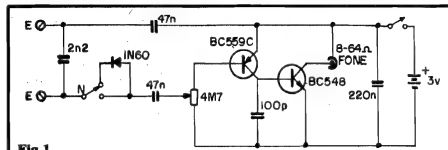

Fig. 1
- FIG. 1 - O CIRCUITO - Não mais do que um super-amplificador (super em termos de ganho...) formado por dois transistores em arranjo de acoplamento direto, bastante apropriado para trabalhar em Frequências ultra-baixas... O primeiro transistor recebe, em seu terminal de base, os sinais a serem amplificados. Isso ocorre através do próprio potenciômetro de 4M7 que também exerce, no arranjo, função "polarizadora" da base do BC559C... O coletor desse primeiro transistor é o próprio "alimentador/excitador/polarizador" da base do segundo (BC548), o qual, como carga de coletor, tem um fone magnético comum (impedância entre 8 e 64 ohms) através do qual a tradução eletro-acústica final é feita... Um capacitor de 100p (entre o coletor do BC559C/base do BC548 e a linha de "terra"...!) "desvia" eventuais manifestações de alta Frequência, que não nos interessam no EXMBF... Um outro capacitor, este de 220n, desacopla e filtra a própria linha geral de alimentação, proveniente de 2 pilhinhas (total 3V). Os pontos B-E correspondem à Entrada, para ligação da "antena", "sensor" ou captador apropriado (veremos mais adiante). Os sinais de MBF são, inicialmente, filtrados ou "sintonizados" crumentemente pelo capacitor de 2n2, e em seguida encaminhados ao bloco ativo (amplificador) do circuito, via par de capacitores de 47n... Notem que todos esses valores foram selecionados para facilitar a seleção e a passagem apenas dos sinais de
- Ligações ao jaque de fone e às duas chavinhas H-H, principalmente à chave CD-SD (com demodulação - sem demodulação) que pode inserir ou retirar o diodo 1N60 do circuito (rever "esquema", na FIG. 1).